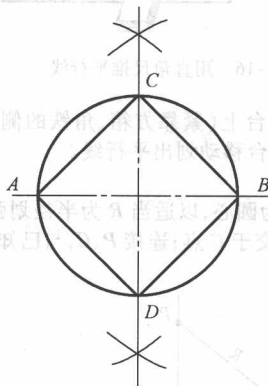

图 1-22 正方形的划法
(1)在已知圆内划正方形(图 1-22) 在圆内划互相垂直的中心线,与圆周相交于 A 、 B 、 C 、 D ;连接 AC 、 AD 、 BC 、 BD ,即可得正方形。